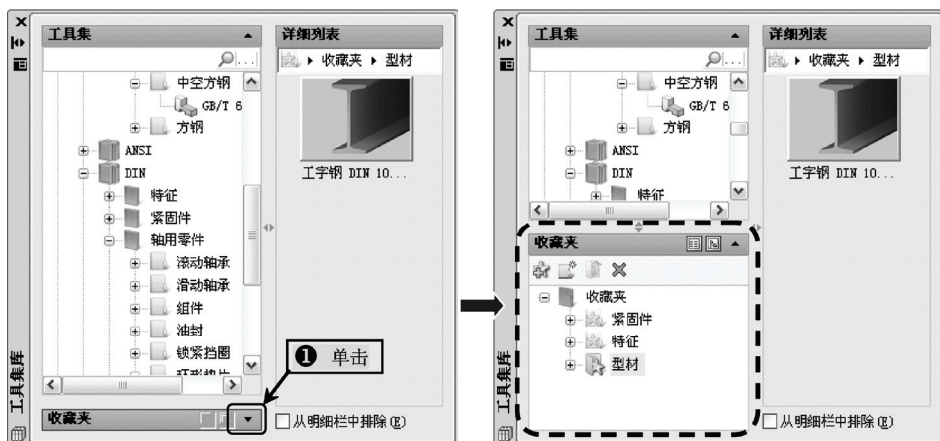

图 10-7 展开“收藏夹”面板
2) 通过单击  和  图标向上或向下滚动面板以充分利用可用空间。例如, 设置收藏夹后, 用户便不会频繁访问“工具集”面板。用户可向上滚动“工具集”面板并利用“收藏夹”面板的空间, 如图 10-7 所示。此外, 还可以使用调整尺寸窗格并仅保留“详细信息”, 使用“地址”栏和图形按钮选择工具集。